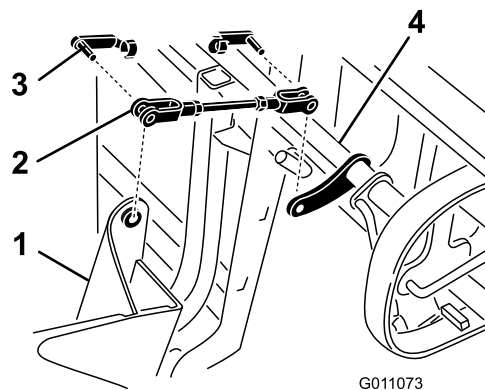

Figura 13
9. Installate le forcelle al gruppo insaccatrice e alla stegola e fissate con 2 molle per cavallotto (Figura 13).
10. Girate verso l'alto la tiranteria dell'impugnatura dell'insaccatrice verso il gruppo insaccatrice e fissatela con una molla per cavallotto (Figura 13). Allentate e ruotate la forcella se necessario per allineare al gruppo insaccatrice.